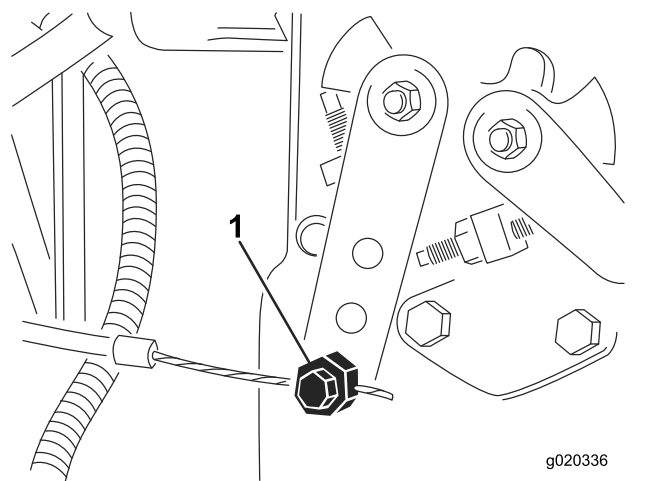

图 92
4. 拧松油门拉索接头接头位于喷射泵控制杆臂 (图 92) 上。